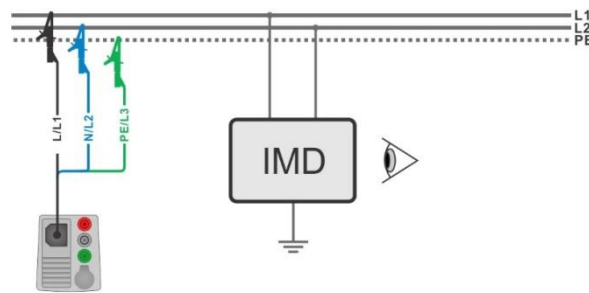

Abbildung 7.138: AUTO IT Messung
- › Schließen Sie den 3-Leiter Prüfadapter am Prüfling an, siehe **Abbildung 7.138**.